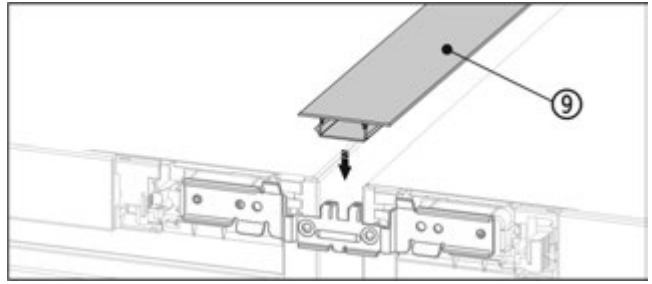

Fig. 21
- ▶ Затисніть на верхньому боці короткий нащільник Fig. 21 (9) в горизонтальну щілину.